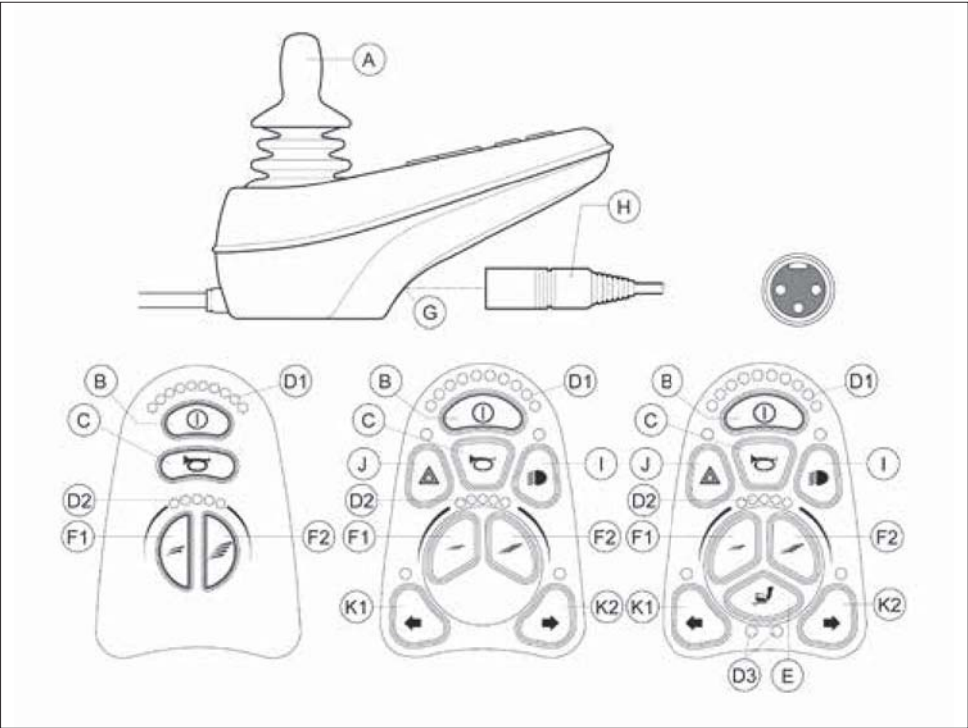

Figure 4 De gauche à droite : VR2 drive only, VR2 Lights, VR2 Seats&Lights
Pour pouvoir rouler avec le fauteuil ou effectuer les réglages électriques, le boîtier de commande doit être allumé. Par conséquent, appuyez sur le bouton ON/OFF (B sur la fig. 4).
La vitesse maximale se règle via le régulateur de vitesse sur le boîtier de commande (F1 et F2 sur fig. 4). La vitesse maximale est indiquée à l'aide des témoins DEL qui se situent au-dessus des régulateurs de vitesse (D2 sur la fig. 4). Pendant la conduite, la vitesse se règle à l'aide du levier de commande. Lorsqu'on déplace un peu le levier de commande, la vitesse ralentit.
2. Passez en 'mode réglage en pressant le 'bouton "mode" (E sur la fig. 4). Le boîtier de commande se trouve maintenant en 'mode réglage. Il n'est plus possible de conduire.